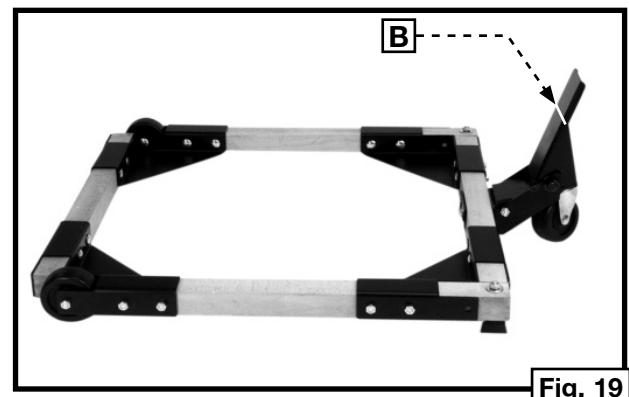

Fig. 19
2. Pour abaisser la base mobile, basculer la pédale (B) fig. 19, vers le haut jusqu'à ce que la base mobile (A) touche le sol.
IMPORTANTE: Evitar la herida personal, siempre opera la máquina con la palanca de pie (B) en la posición levantada. (Fig. 19).
IMPORTANTE: Al colocar en la base de móvil, se aseguran de que la palanca de pie (B) Fig. 19 esté en la posición levantada para evitar el movimiento de la base de móvil (A).